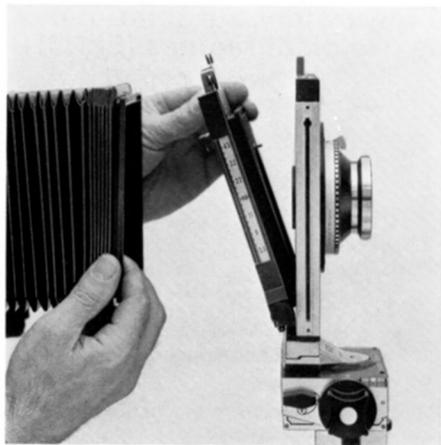

Fig. 1
- Introduire l'obturateur dans l'appareil comme le montre la figure 1, en dirigeant vers l'objectif la face représentée à la figure 17. Prendre garde de fixer correctement l'obturateur, le soufflet et la planchette d'objectif!
- L'ouverture des objectifs comportant le dispositif de commande du diaphragme par pression axiale (DB) se règle sur l'obturateur avec commande des diaphragmes en agissant sur le bouton de présélection 6.
- Les objectifs dotés du dispositif de commande par pression axiale (DB) doivent être mis en place, le point rouge porté à la face arrière de la planchette faisant face au point rouge homologue sur la platine de l'obturateur. Placer le doigt de commande de l'objectif sur «a» (Automatique). (cf chiffre 6).